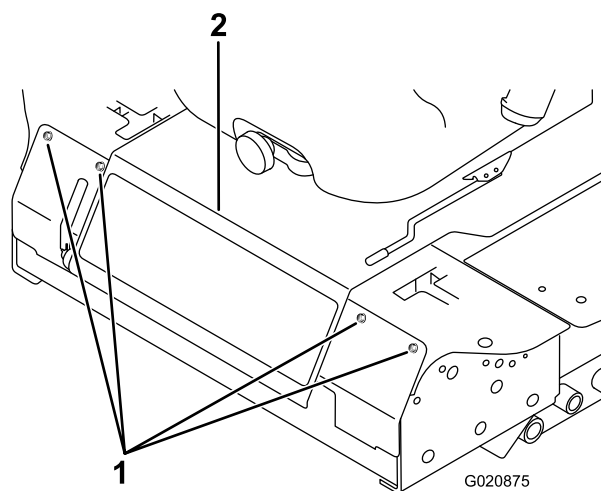

Рисунок 48
3. Снимите болты крепления передней панели и снимите переднюю панель (Рисунок 48).